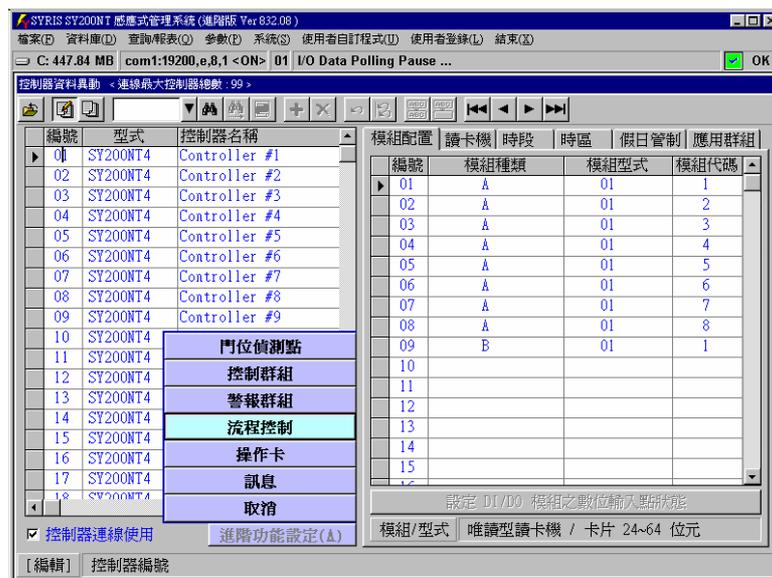

图 10-2 进阶功能设定选单
3. 点选”进阶功能设定(A)”，待选单出现，如图 10-2 所示。